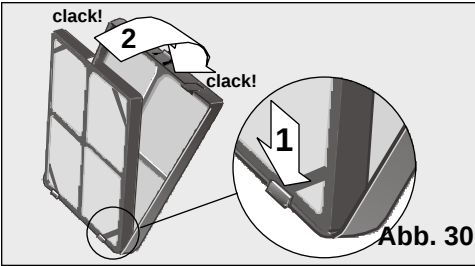

Abb. 30
- ☐ Setzen Sie das Zusatzfilterelement und den Halterahmen, wie in der **Abb. 30** gezeigt, in den Grobstaubfilter ein. Dabei ist zu beachten, dass es zuerst in die unteren Stifte einrasten muss.
Zur besseren Reinigung bzw. leichterem Filterwechsel kann die vordere Klappe auch ausgebaut werden. Hierzu die Klappe bis zum Anschlag öffnen (sie steht leicht nach außen geneigt offen, Abb. 30) und kräftig nach außen ziehen. Zum Wiedereinsetzen, die unteren Stifte der Klappe in die dafür vorgesehenen Öffnungen am Gehäuse einsetzen und soweit einführen bis die Stifte in den Gehäuseclips anschlagen.